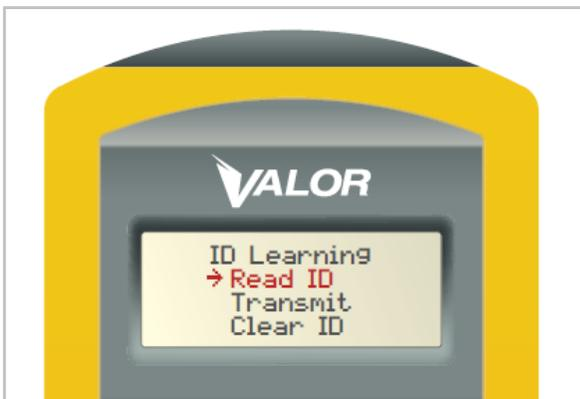

Figura 7
1. En el menú de "ID Learning", seleccione, "Read ID." (Figura 7)